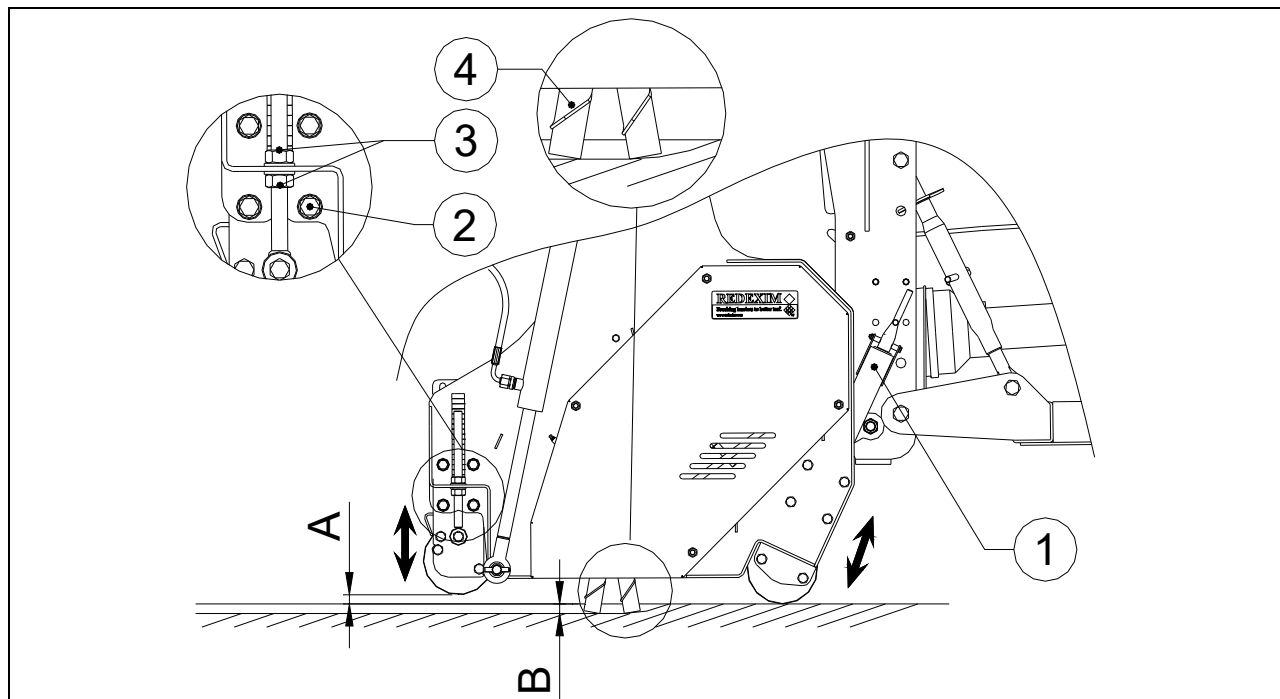

Fig. 9
A tale proposito, compiere le seguenti operazioni: (si veda fig.9)
- ⚠ **Se sono state montate delle lame di avvolgimento (fig. 9, elemento 4), non regolare mai la profondità della macchina su un valore maggiore, in modo che le lame di avvolgimento rimangano sopra la superficie.**
Se sono state montate delle lame di avvolgimento (fig. 9, elemento 4), non regolare mai la profondità della macchina su un valore maggiore, in modo che le lame di avvolgimento rimangano sopra la superficie.
- Togliere la forcella (2) e le ruote (3) spostandole verso il basso.
- Regolare l'altezza desiderata variando gli anelli di riempimento (4).
- Riavvitare le ruote (3) nel punto di rotazione (5) e fissarle con la forcella (2).
- (fig. 9) Su entrambi i lati della macchina svitare i bulloni (2) e regolare il rullo posteriore con i dadi (3) in modo che la distanza sopra il terreno (A) sia di 10 mm. Regolarla su entrambi i lati.  A tale proposito usare gli adesivi di indicazione sui mandrini. In questo modo si previene che la testa rimuova lo strato di erba.
- (Fig. 9) Montare bulloni (2) e dadi (3) e serrarli bene.